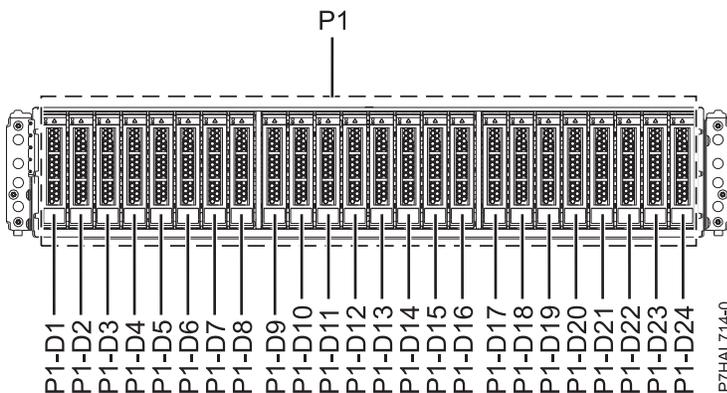
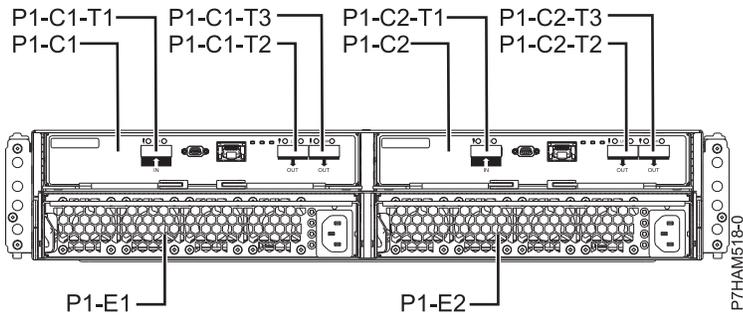

Abbildung 31. Vorderansicht des Plattenlaufwerkgehäuses 5887 mit den Positionen der Plattenlaufwerke
Abbildung 32. Rückansicht des Systems 5887 Plattenlaufwerkgehäuse
5. Ermitteln Sie das Teil und das Gehäuse, an dem Sie arbeiten möchten. Die Steckplätze für Plattenlaufwerke und Solid-State-Laufwerke befinden sich an der Vorderseite des Gehäuses. In Abb. 31 und Abb. 32 auf Seite 36 werden die Vorder- und Rückansicht des Gehäuses und die Positionen der Plattenlaufwerke im Gehäuse angezeigt.